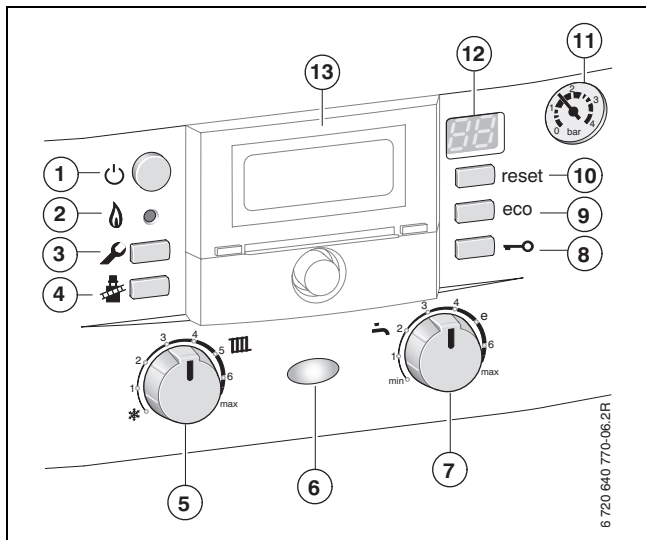

Fig. 8
- regulador regulado por condiciones atmosféricas, integrado en el aparato → fig. 8, [13], pág. 20.